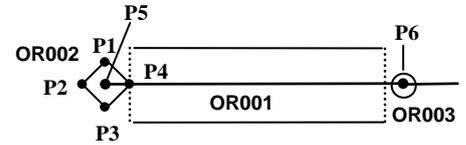
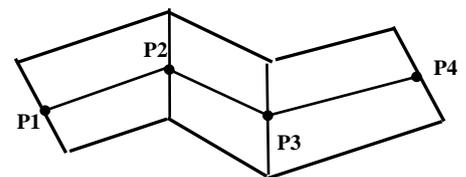

Figura 13
Figura 14
A titolo esemplificativo (Figura 13): se il tronco di fattispecie è delimitato da OR002 e da OR003, alla perpendicolare deve essere associata la dimensione che la fattispecie assume nel punto P4 maggiorata della fascia di rispetto nel caso di cavi/cavidotti/tubi/condotte interrati/poggiati nel/sul demanio marittimo, nonché elettrodotti/cavi aerei e fasci di cavi aerei.
3. Se il tronco di fattispecie è delimitato da due opere occorre congiungere gli estremi delle due perpendicolari (Figura 13), se i tronchi della fattispecie non sono delimitati da opere occorre congiungere gli estremi delle perpendicolari con quelli delle bisettrici (Figura 14).